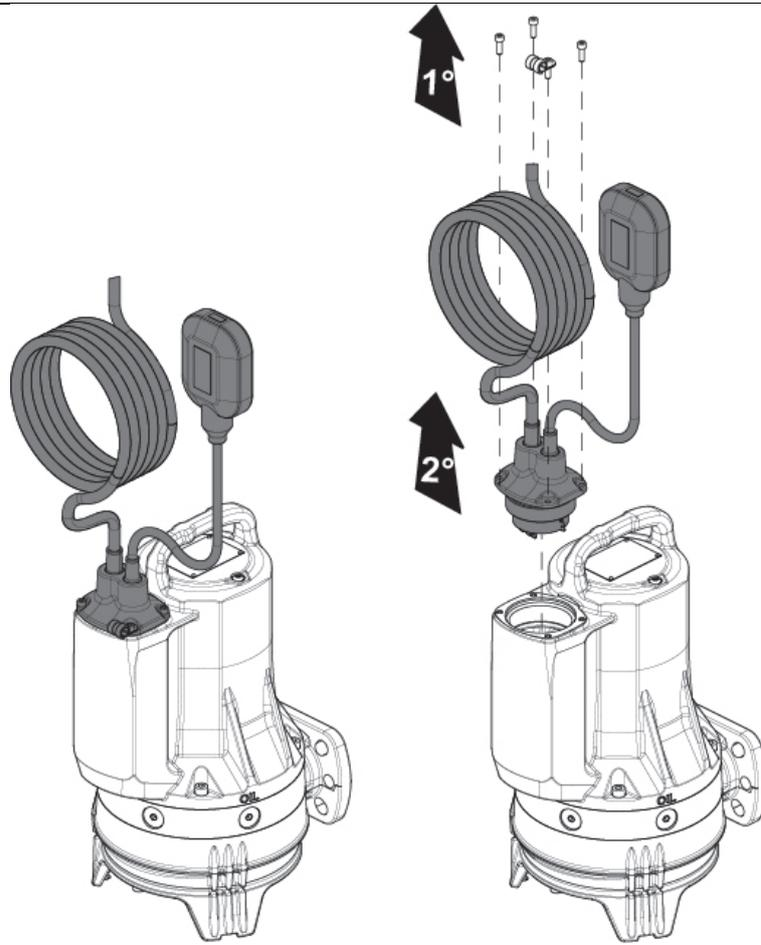

Fig.13
- Substituição do flutuador (Fig.13)